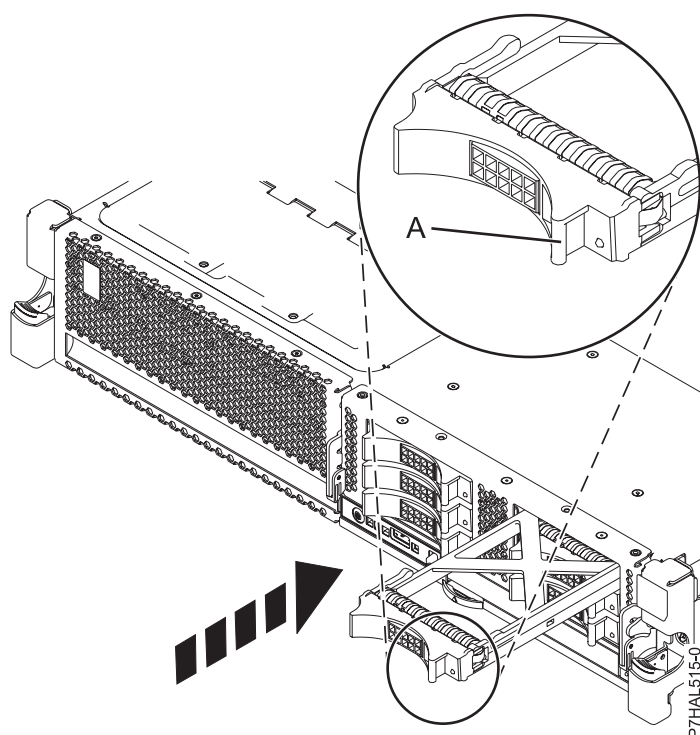

Figure 41. Installation d'un obturateur d'unité de disque
2. Faites glisser complètement l'obturateur d'unité de disque dans l'unité centrale ou l'unité d'extension, puis verrouillez-le dans son emplacement en poussant la poignée (A), comme indiqué dans la figure 41.